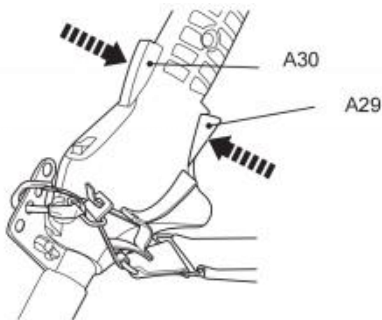

Fig. 39
10. Drücken Sie die Gashebelsperre (A30) und den Gashebel (A29), um das Produkt zu betreiben (Abb. 39).